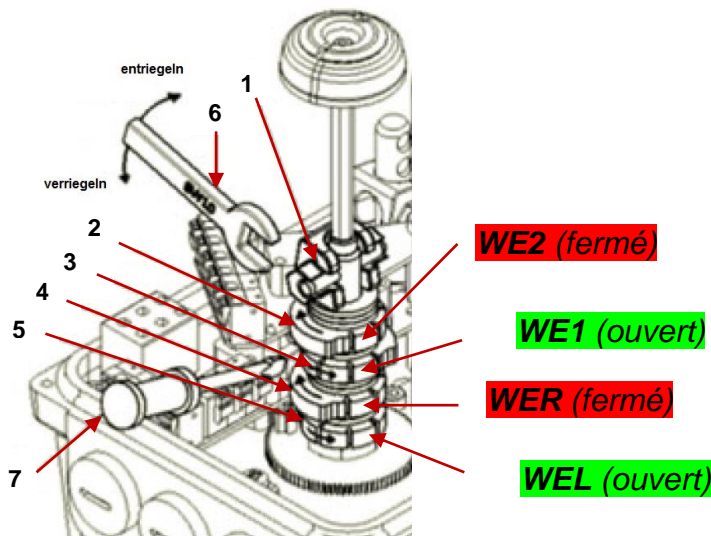

Figure 2 (représentation déverrouillée)
Amener la commande dans la position finale souhaitée au moyen du volant de manœuvre. Selon les figures 2, 3, ouvrir l'excentrique (1) avec une clé réglable SW10 et régler les cames de commande dans la position finale souhaitée (point de coupure) avec un tournevis (7), au niveau des fentes intégrées. Verrouiller ensuite de nouveau l'excentrique avec la clé réglable.